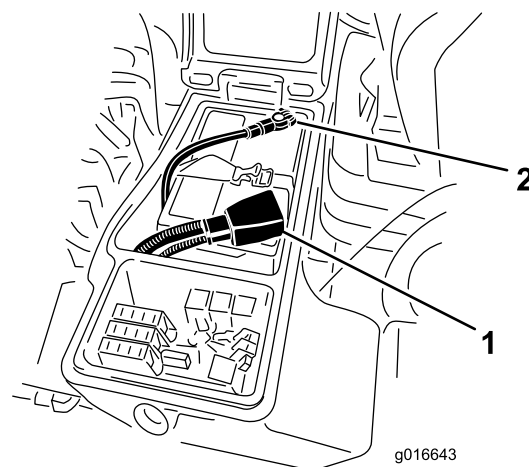

Figura 133
3. Deconectați cablul negativ al bateriei (Figura 133).